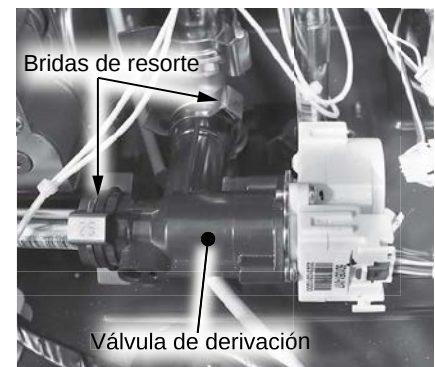

Figura 180 - Ubicación de la válvula de derivación.
17 Ubique la válvula de gas en el lado inferior delantero del calentador de agua, como se muestra en la Figura 180. Desconecte el mazo de cables de la válvula.
- 18** Retire las dos (2) bridas de resorte (tamaño 25) que fijan la válvula de derivación al sistema de tuberías. Retire la válvula de derivación de las conexiones de la tubería. Deje los componentes a un lado en un lugar seguro para volver a instalarlos. Consulte la Figura 180.